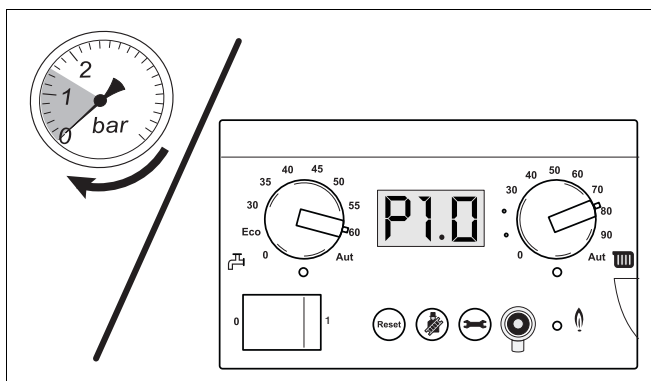

Рис. 68 Считывание показаний манометра
- Считайте показания значения давления с аналогового манометра на группе подключения или на панели управления BC10 (рис. 68).
- Повторно проверить давления в системе по показаниям аналогового манометра или на дисплее BC10 (рис. 68). Если давление составляет менее 1,0 бара, вышеописанную процедуру наполнения системы и удаления воздуха необходимо повторять до тех пор, пока не будет достигнуто желаемое давление и в отопительной установке не останется воздуха.